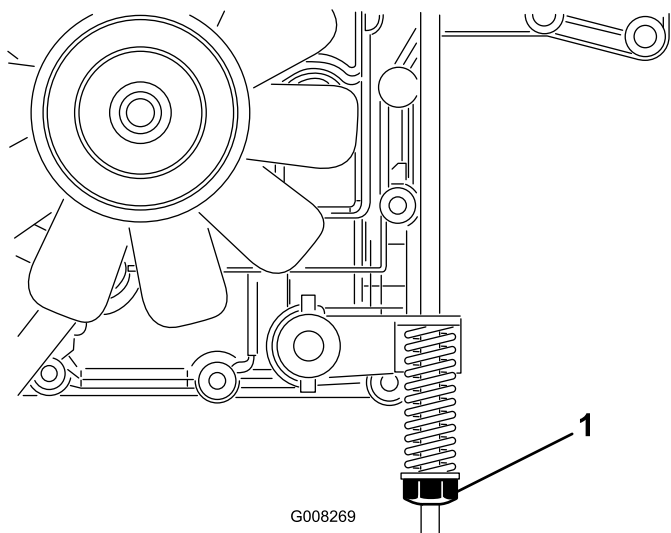

Figura 36
Il freno di stazionamento si trova sul lato destro del ponte posteriore, all'interno del pneumatico posteriore (Figura 36).
3. Girate in senso orario il dado di regolazione del freno, fin quando non riuscirete a spingere la macchina (Figura 36).